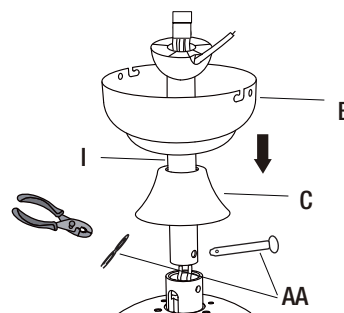

Figura 5
- Saque el pasador partido y el pasador pivotante (AA) de la bolsa de piezas sueltas y apártelos para su posterior restauración.
- Coloque el conjunto de la varilla de extensión (I) a través de la campana del techo (B) y la cubierta de la barra de suspensión (C). (Figura 5).
- Pase con cuidado los cables del ventilador por el conjunto del vástago (I).